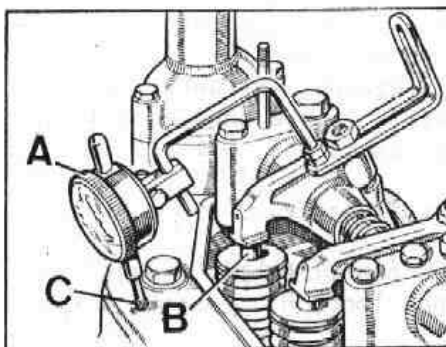

Fig. A1-G Comparador de reloj instalado sobre el balancín de la válvula de escape del primer cilindro
- 4.3. Instalar un comparador de reloj sobre el balancín de la válvula de escape del primer cilindro, por medio del soporte, 530106, se gún se indica en la Fig. A1-G.
NOTA: El objeto de instalar el comparador de reloj sobre el balancín de la válvula de escape del primer cilindro, es para determinar la máxima apertura de esta válvula, posición que se corresponde con la que en este momento tiene el cigueñal (Fig. A1-B).
- 4.4. Trazar una marca, A (Fig. A1-H) sobre la parte frontal del bloque, la cual servirá de referencia para trazar el resto de las marcas.